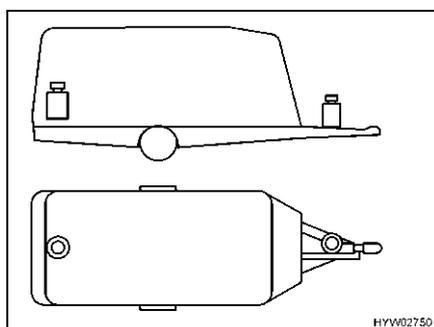

Fig. 9 Ripartizione scorretta del peso
**Caricamento scorretto** Pesi distanti tra loro (Fig. 9) possono provocare slittamenti.